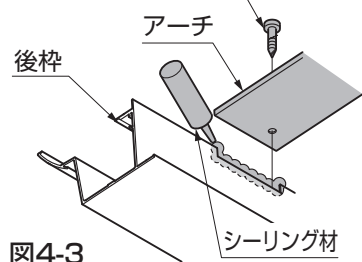

図4-3
- アーチを取付ける前に、アーチと前枠、後枠の切欠き部にシーリング材を充てんしてください。(図4-3参照)